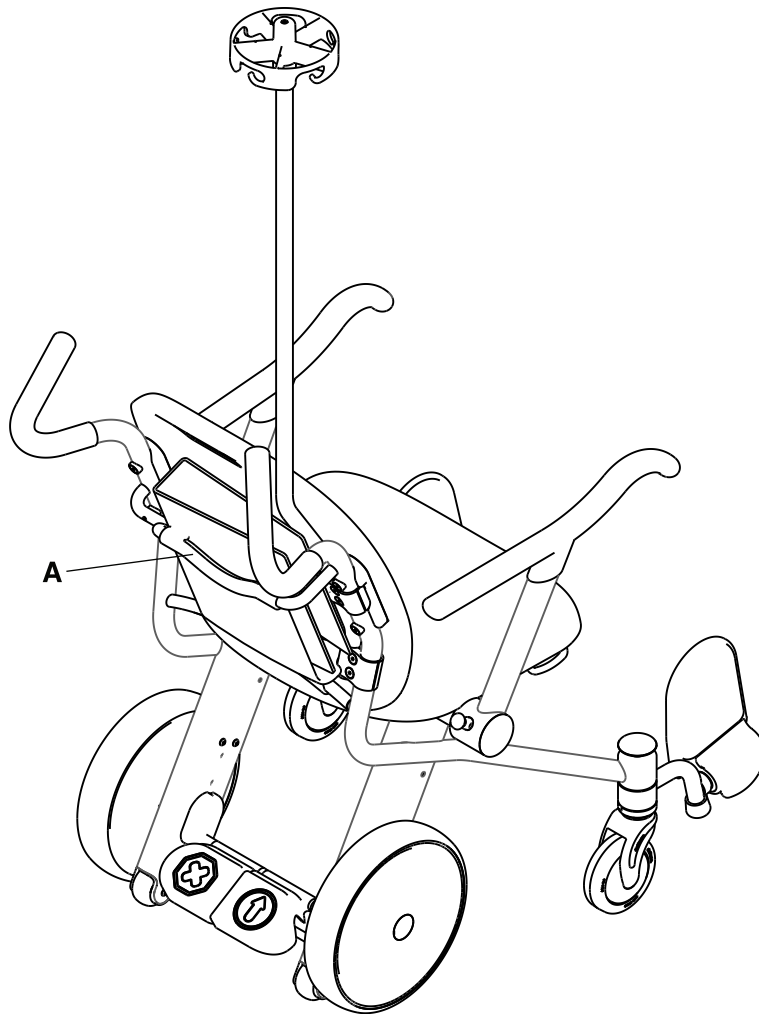

Figura 6-12: Inserimento della documentazione clinica nel portadocumenti
Utilizzare il portadocumenti per riporre e trasportare la documentazione clinica dell'occupante (A) (Figura 6-12 a pagina 6-22). Il portadocumenti può contenere un raccoglitore a 3 anelli (7,5 cm).